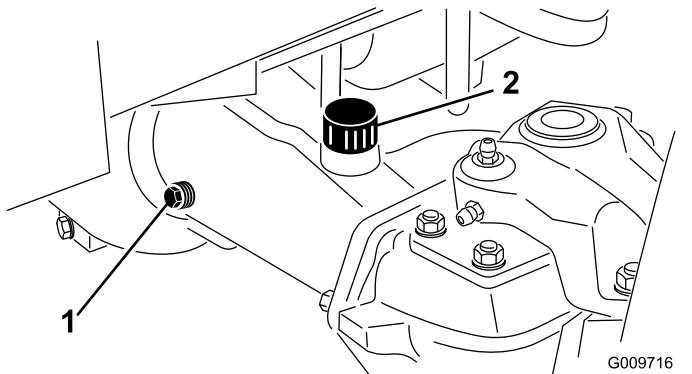

Figura 68
2. Retire un tapón de verificación de un extremo del eje (Figura 68) y asegúrese de que el aceite llega al borde inferior del orificio. Si el nivel es bajo, retire el tapón de llenado (Figura 68) y añada suficiente aceite para que el nivel llegue al borde inferior de los orificios de los tapones de verificación.